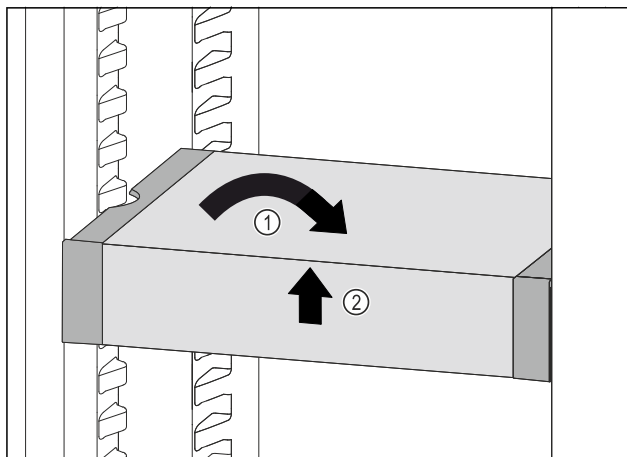

Fig. 85
- VarioSafe recht zetten. Fig. 85 (1)
- VarioSafe aan voorkant optillen. *Fig. 85 (2)*